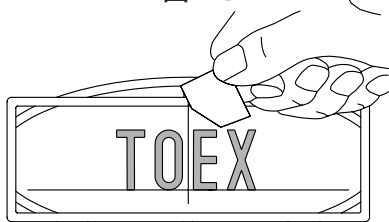

図7-4
- ④ 裏紙をはがしネームシールがサイドサインからはがれないようにしっかり貼り付けてからセンターラインと水平ラインを消してください。(図7-4参照)